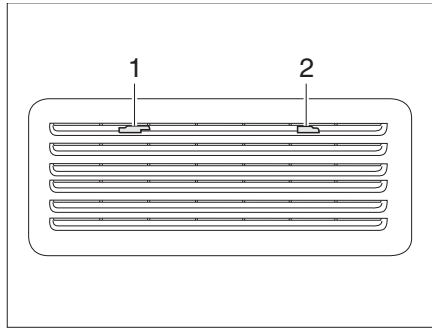

Bild 320 Kylskåpets ventilationsgaller (Thetford)
- Skjut spärren (Bild 320,1) till mitten.